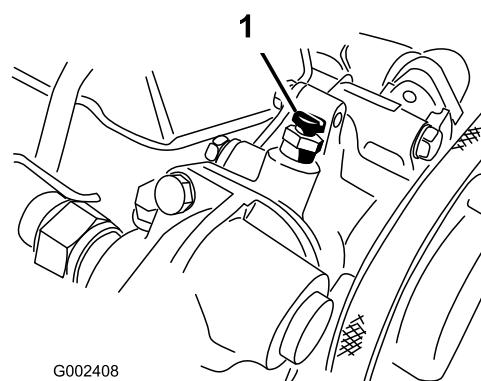

Figura 66
- Aprirete la vite di spurgo sopra la pompa dell'acqua (Figura 66).